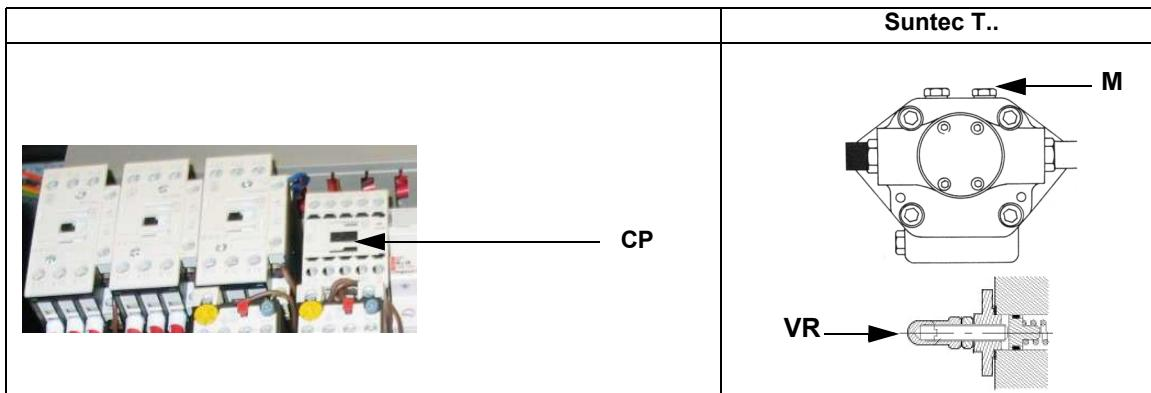
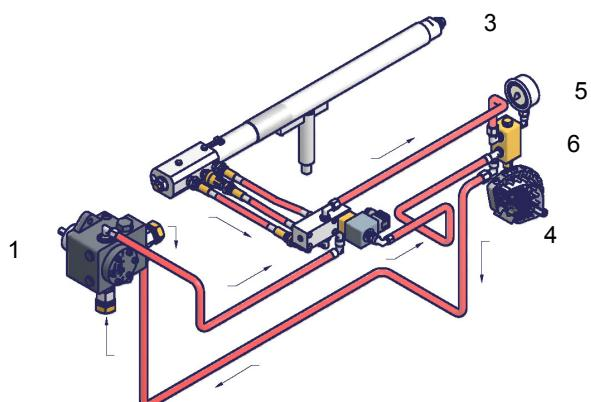

Fig. 14
Fig. 18 - Preventilazione
- 2 con il quadro elettrico aperto, azionare la pompa dell'olio agendo con un cacciavite direttamente sul relativo contattore **CP** (vedi Fig. 14): verificare il senso di rotazione del motore pompa e tenere premuto per alcuni secondi finché il circuito dell'olio non si carica;
- 3 sfiatare l'aria dall'attacco (**M**) manometro della pompa (Fig. 14), allentando leggermente il tappo, senza toglierlo; quindi rilasciare il contattore.
La pressione di alimentazione ugello è già pre-tarata in fabbrica e non deve essere cambiata. Solo se necessario, regolare la pressione di alimentazione (vedi relativo paragrafo) nel modo seguente: inserire un manometro nella posizione indicata in Fig. 18 agire sulla vite di regolazione **VR** della pompa (vedi Fig. 14 e altre informazioni a pag. 23) fino ad ottenere una pressione all'ugello pari a 25 bar (vedere paragrafo a pag. 37);